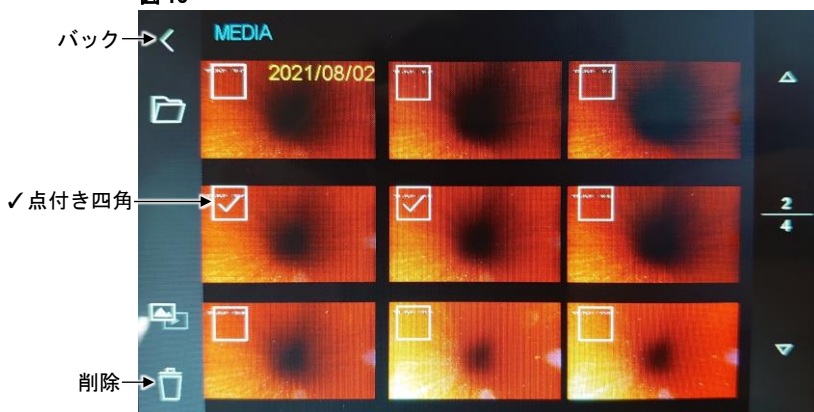

図 19
2. 削除したいデータを選択し、左上に✓点を表示させて (図 19)、削除アイコンを再度押し、“確認”を押してください。